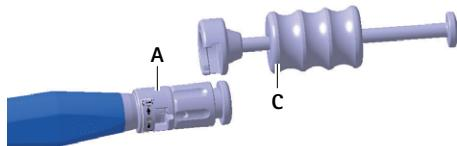

Abb. 5 Schlaghammer an Einsetzinstrument montieren
- ▶ Schlaghammer C auf Einsetzinstrument A montieren, siehe Abb. 5.
- ▶ Schlaghammer B auf Einsetzinstrument A montieren, siehe Abb. 5.